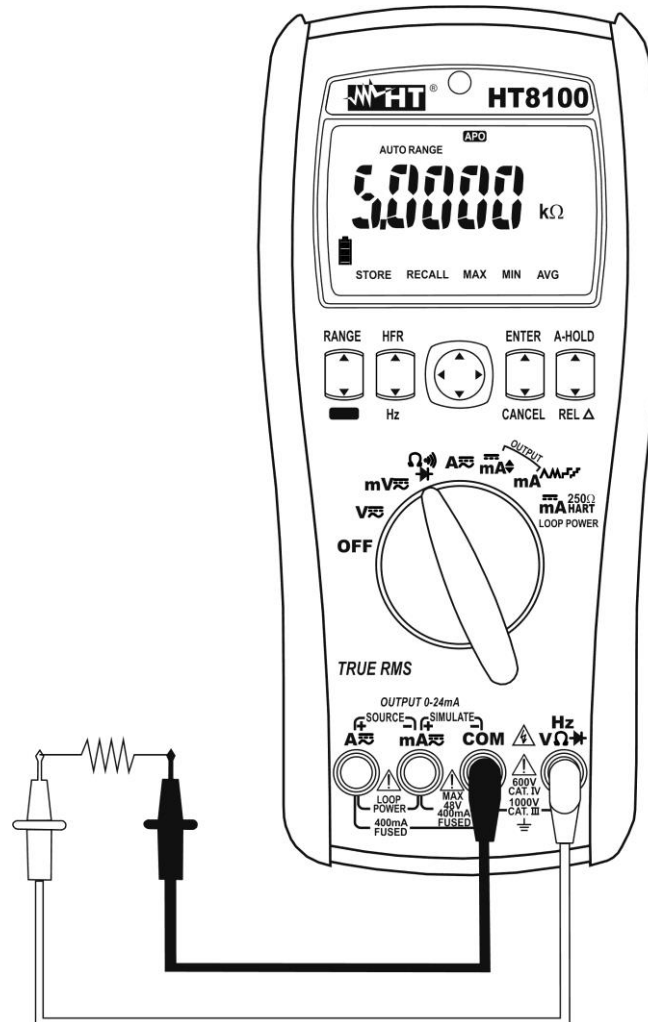

Fig. 6 : Utilisation de l'instrument pour mesure de résistance et test de continuité
4. Positionner les embouts sur les points désirés du circuit sous test (voir la Fig. 6). La valeur de résistance apparaît à l'écran.